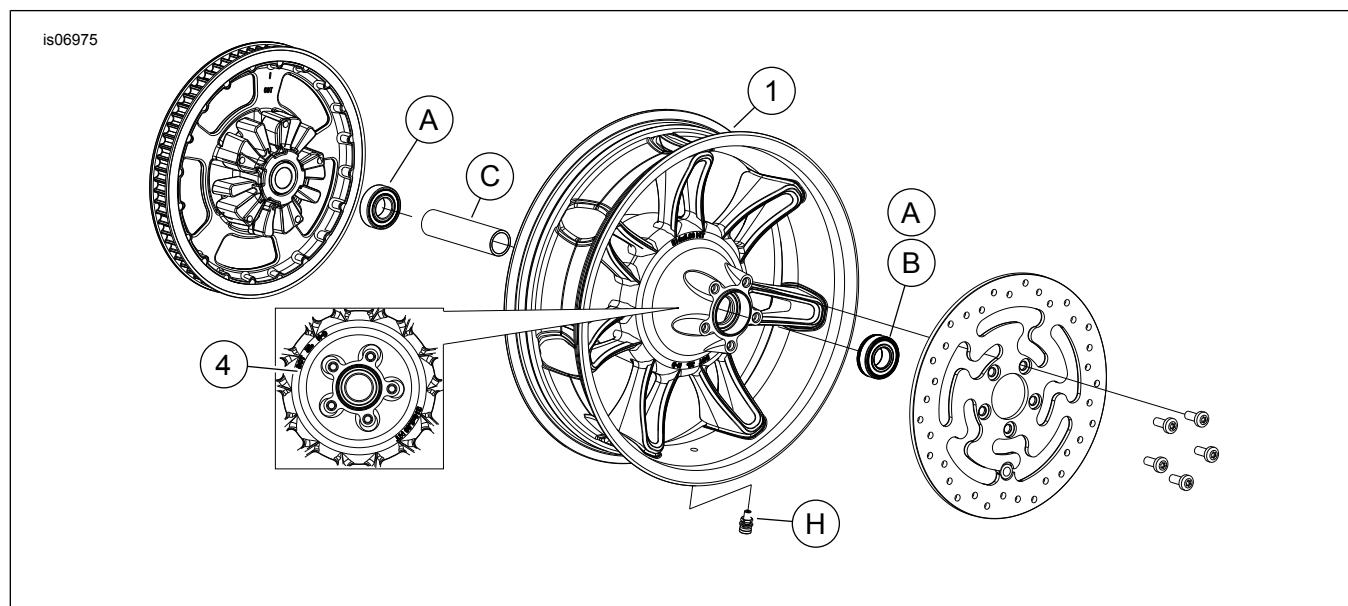

Figura 1. Piezas de servicio: Rueda trasera Chisel (se muestra la de 16 pulg.)
Vea Figura 1 y las Tablas de piezas de servicio.
2. Vea Figura 1. Instale el conjunto del vástago de la válvula (H) en la rueda. Vea el Manual de servicio.